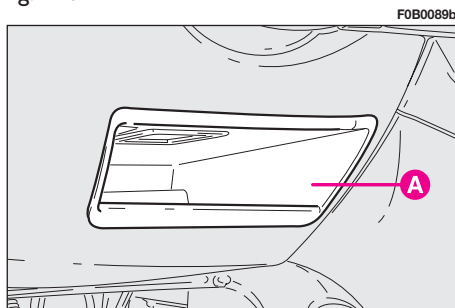

fig. 124
– compartimiento abierto **A**-fig. 124 para guardar los documentos del vehículo, ubicado debajo del volante;